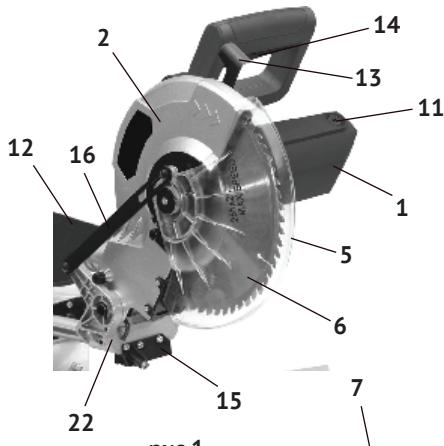
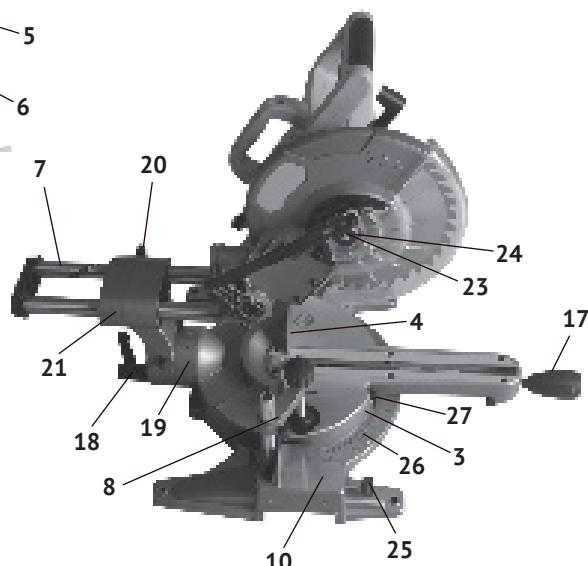

рис.1
рис.2
1.1.2 Основным несущим узлом режущего блока пилы является металлический редуктор, выполненный заодно с верхним защитным кожухом диска (рис.1 поз.2). К редуктору крепится пластиковый корпус двигателя (рис.1 поз.1), с закреплённой на нём рукояткой. Вертикальное перемещение режущего блока для реза обеспечивает суппорт вертикального перемещения (рис.1 поз.22). Возвратная пружина на оси суппорта, возвращает режущий блок в исходное положение. Горизонтальное движение по направляющим (рис.2 поз.7) и отклонение влево от вертикальной оси обеспечивает суппорт наклона и горизонтального перемещения (рис.2 поз.21). Заготовка на рабочем столе может быть повёрнута на угол от 0 до 45° за счёт поворотного основания. На основной рукоятке пилы расположены: рычаг блокировки защитного кожуха (рис.1 поз.13) и клавиша выключателя (рис.1 поз.14). Конструкция пилы позволяет осуществлять: распиловку материала под заданным углом от 0 до 45° относительно задней кромки заготовки в обе стороны, заданным углом (от 0 до 45°) относительно вертикальной оси влево и продольного пилиения при перемещении вдоль направляющих. Крутящий момент с якоря электродвигателя шестернёй передаётся на шпиндель, соосный с двигателем. На шпиндель, между опорным и зажимным (рис.2 поз.24) фланцами крепится пильный диск (рис.1 поз.6). Диск является основным рабочим инструментом для резки выбранных материалов. Пила рассчитана на повторно-кратковременный режим работы (S3) с номинальным периодом времени: работа/перерыв – 15 мин/5 мин.
1.1.3 Металлическая станина (рис.2 поз.10) пилы устанавливается на ровную горизонтальную поверхность. Для крепления пилы на верстаке (рабочем столе) в ножках станины имеются 4-е крепёжных отверстия. При пилении длинных заготовок в станину крепятся 2-е дополнительные опоры (рис.1 поз.9). Распиливаемая заготовка плотно прижимается к параллельному упору (рис.2 поз.4) и крепится к рабочему столу струбциной (рис.2 поз.8).
Для отвода стружки в комплект поставки входит пылесборник (рис.1 поз.12), который крепится к патрубку неподвижного кожуха. К патрубку можно подключить промышленный пылесос.
На суппорте вертикального перемещения (рис.1 поз.22) пилы расположен блок лазера (рис.1 поз.15), подсвечивающий линию реза при пилении.
- разблокировать подвижный защитный кожух рычагом (рис.1 поз.13);
- включение пилы осуществляется нажатием на клавишу выключателя (рис.1 поз.14);
- при установке необходимо, что бы стрелка направления вращения на диске соответствовала направлению, указанному на неподвижном кожухе (рис.1 поз.2) пилы;
- разблокируйте подвижный защитный кожух (рис.1 поз.5), нажав на рычаг блокировки (рис.1 поз.13). Затем, поднимая вверх подвижный защитный кожух, зафиксируйте его в верхнем положении, используя кулиску (рис.1 поз.16). Заблокируйте вращение шпинделья нажатием кнопки стопора, расположенной между корпусом редуктора и корпусом двигателя;
- ключом (входит в комплект поставки) открутите фиксирующий болт (рис.2 поз.23) пильного диска, снимите внешний зажимной фланец (рис.2 поз.24) и пильный диск (рис.1 поз.6);
- для установки угла поворота ослабьте фиксирующую рукоятку (рис.2 поз.17), установите необходимый угол распила, повернув поворотное основание (рис.2 поз.3) в нужную сторону, совместив стрелку-указатель (рис.2 поз.27) с нужным делением шкалы (рис.2 поз.26) и надёжно затяните фиксирующую рукоятку.
- пила обладает возможностью продольного движения режущего блока в процессе распиливания по двум трубчатым направляющим (рис.2 поз.7);
- для установки возможности продольного движения режущего блока необходимо ослабить фиксирующий винт (рис.2 поз.20).
- для прямого распила заготовки установите углы наклона режущего блока и поворота пильного стола в положение 0 и затяните фиксирующую рукоятку продольного движения режущего блока. Прижмите заготовку к параллельному упору (рис.2 поз.4) пильного стола. Затем, включив пилу (выполняя действия п.3.1), дождитесь, пока пила наберёт максимальные обороты, и плавно опуская режущий блок, разрежьте заготовку за один распил;
- данная модель пилы обладает возможностью продольного пиления методом движения режущего блока по двум горизонтальным направляющим, что особенно удобно при работе с широкими заготовками. Для выполнения продольного реза ослабьте винт-фиксатор (рис.2 поз.20) продольного движения режущего блока. Прижмите заготовку к упору пильного стола. Затем, включив
- во время работы для эффективного отвода пыли из зоны пиления подключите пылесос или установите штатный пылесборник (рис.1 поз.12).